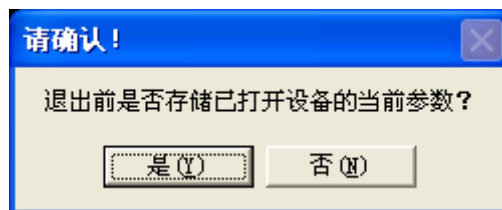

图 20
10. 调整好采集卡的参数后，当您正常关闭 OK Demo 时，会弹出对话框询问您是否保存采集卡的当前参数，如图 20 所示：选择“是”可以将采集卡的参数保存到本地计算机，下次再打采集卡时会按照本地计算机存储的参数对采集卡进行设置；选择“否”当前参数将不会被保存。